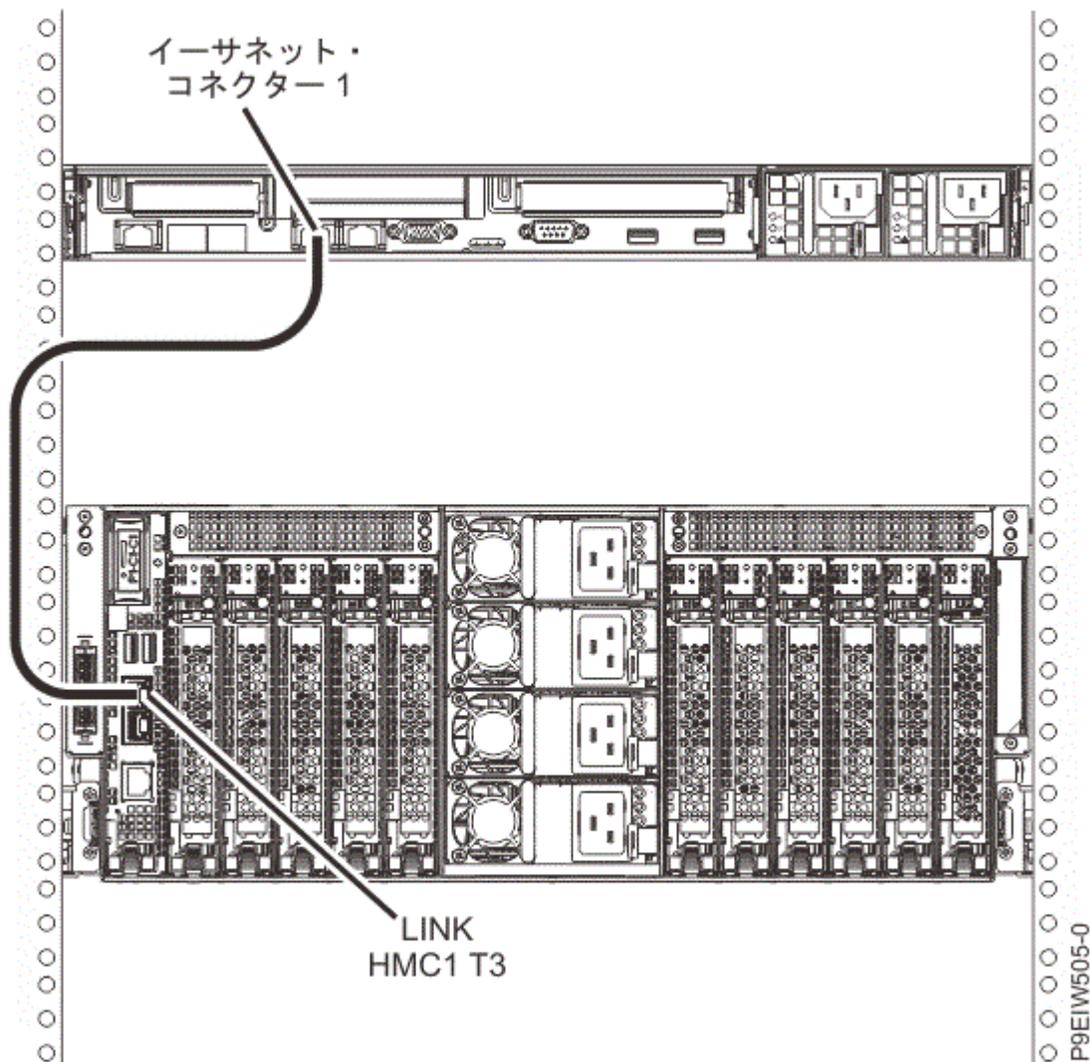

図 33. HMC の管理対象システムへの直接接続
1. HMC を管理対象システムに直接接続する場合は、36 ページの図 33 に示すように、HMC の「イーサネット・コネクタ 1」を管理対象システムの「HMC1 (T3)」ポートに接続します。